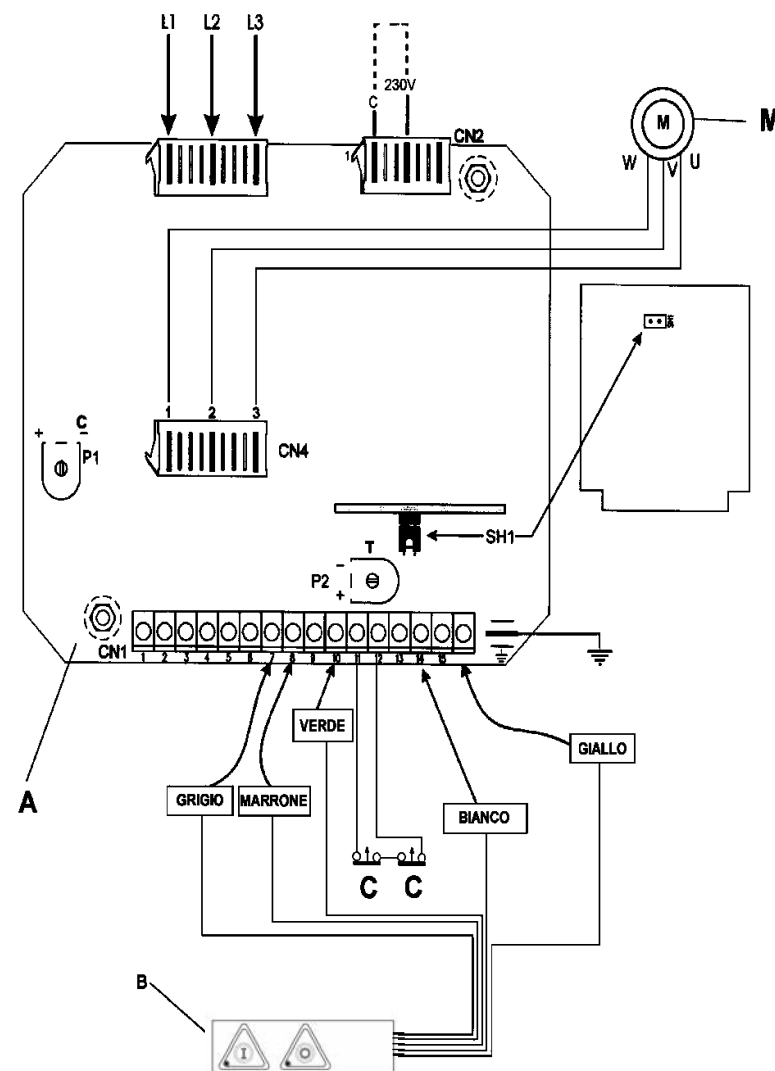

Fig. 2.6.3
2.6.3 Schema elettrico trifase collegato 230V (fig. 2.6.3)